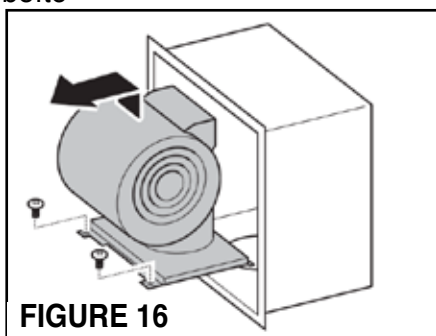

FIGURE 16
- Lorsque évacuation vers l'arrière avec la soufflerie IB500 monté à l'avant de l'unité, une modification de la boîte de soufflage est nécessaire (FIGURE 16)